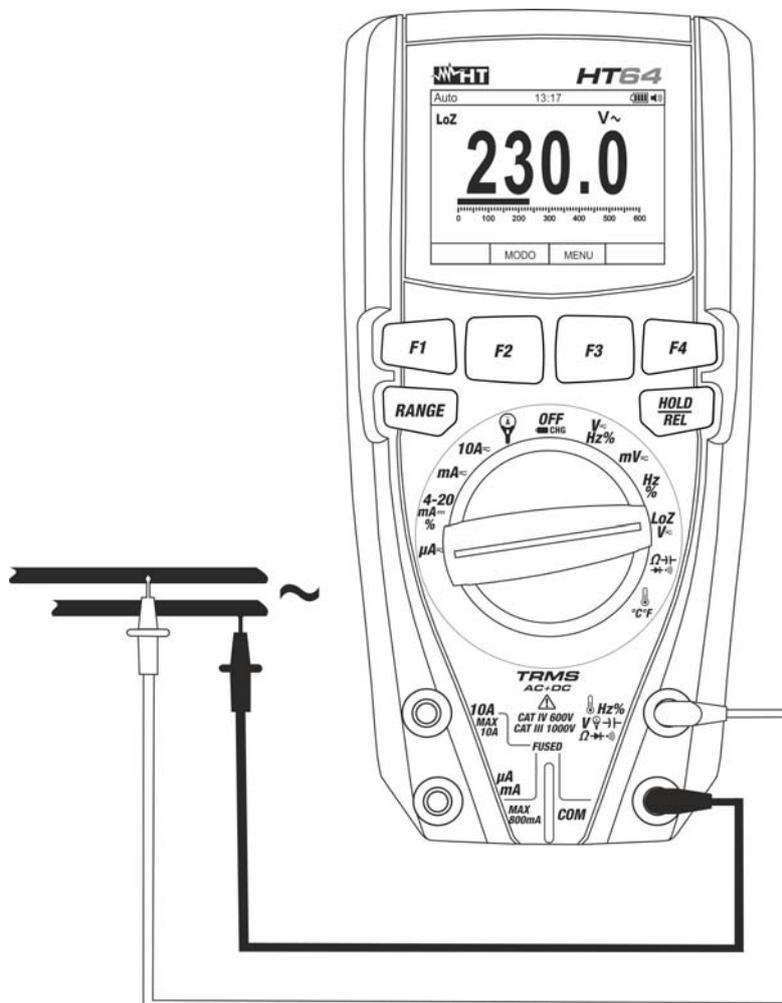

Fig. 24: Uso dello strumento per misura di Tensione AC/DC con funzione LoZ
4. Posizionare il puntale rosso ed il puntale nero rispettivamente nei punti del circuito in esame (vedere Fig.24) per misura di tensione AC oppure nei punti a potenziale positivo e negativo del circuito in esame (vedere Fig.22) per misura di tensione DC. Il valore della tensione è mostrato a display